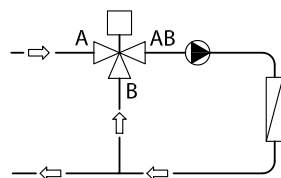

Abb. 2 Mischventil
Das 3-Wege-Ventil kann als Mischventil mit verteiler Wirkung installiert werden (Abb. 2 und 3). In diesem Fall besitzt es zwei Eingänge (A und B) und einen Ausgang (AB).